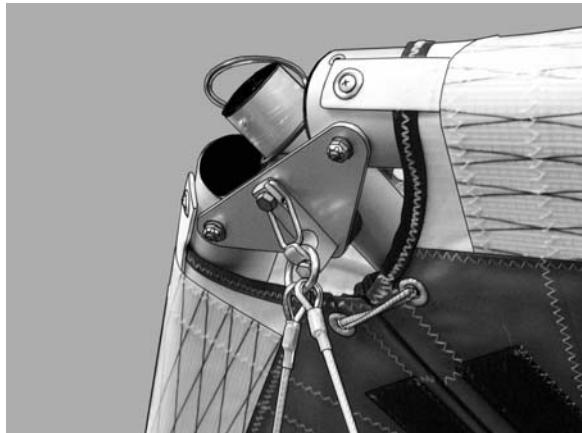

Рисунок 17
14. Зашепите кольцо нижних передних тросов за крюк на нижней носовой пластине, убедившись, что троса не перекручены. (Рис. 17).